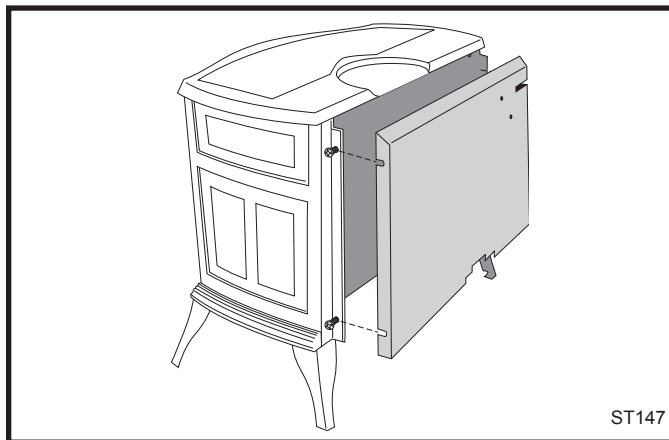
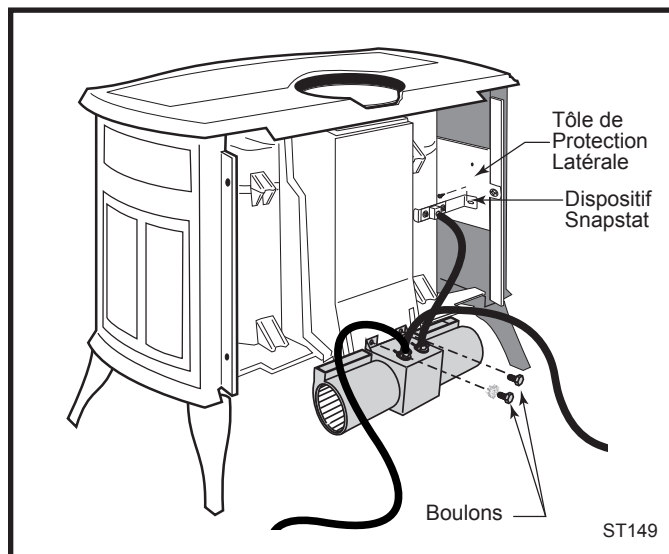

Fig. 16 Retirez la tôle de protection arrière.
Fig. 17 Fixez la soufflante et le dispositif snapstat.
- Retirez la tôle de protection arrière (Fig. 16) et fixez la soufflante à l'arrière du caisson au moyen des deux boulons (Fig. 17) prévus à cet effet.
- Fixez le dispositif snapstat à son support au moyen de deux vis à tête. Fixez ensuite ce dernier à la tôle de protection latérale. (Fig. 17)